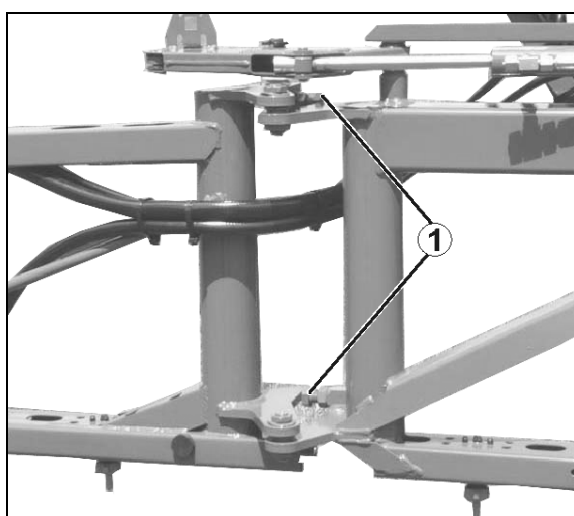

Fig. 186
1. Kontermutter der Einstellschraube (Fig. 186/1) lösen.